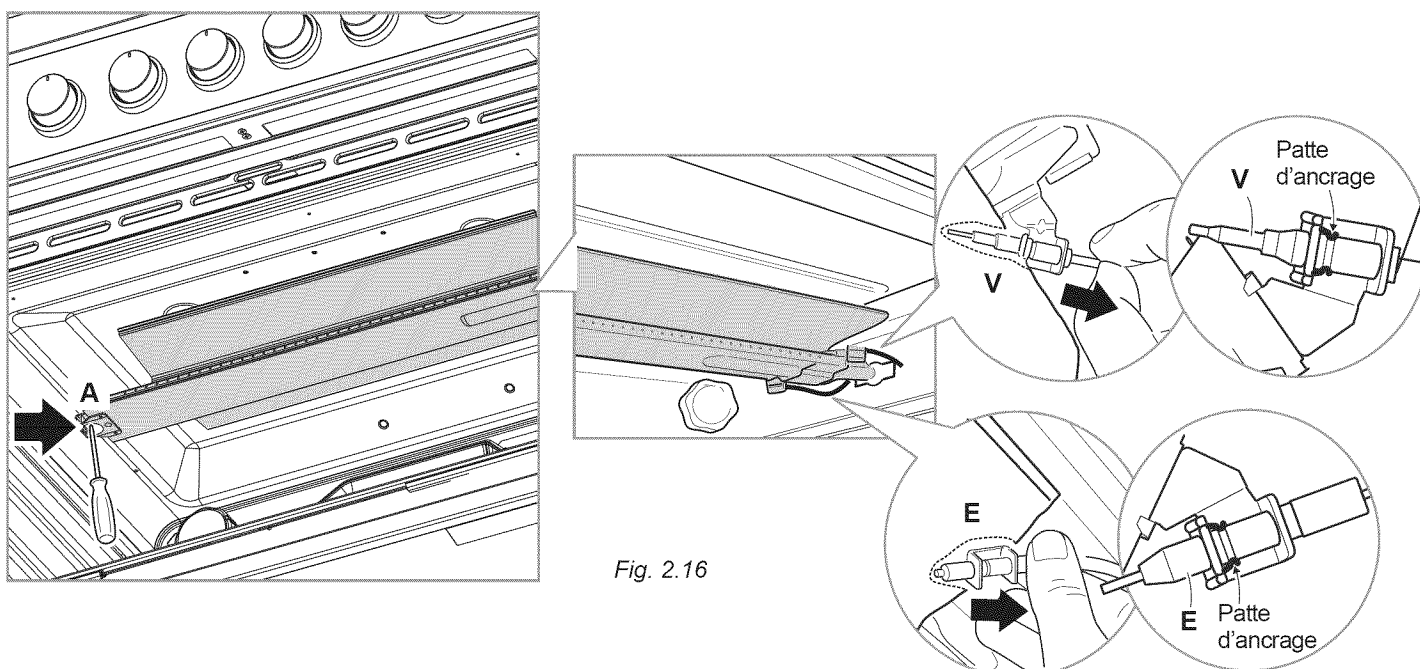

Fig. 2.16
- Déverrouiller délicatement la sonde de la soupape de sécurité "V" et l'électrode d'allumage "E" (comme indiqué sur la fig. 2.16). Veiller à ne pas endommager la sonde et l'électrode d'allumage.
- Dévisser et enlever la vis "A" qui bloque le brûleur (fig. 2.16).
IMPORTANT: Veiller spécialement à remettre correctement en place la sonde de la soupape de sécurité "V" et l'électrode d'allumage "E", comme indiqué à la figure 2.16. Vérifier le bon fonctionnement de la soupape de sécurité et de l'électrode d'allumage.